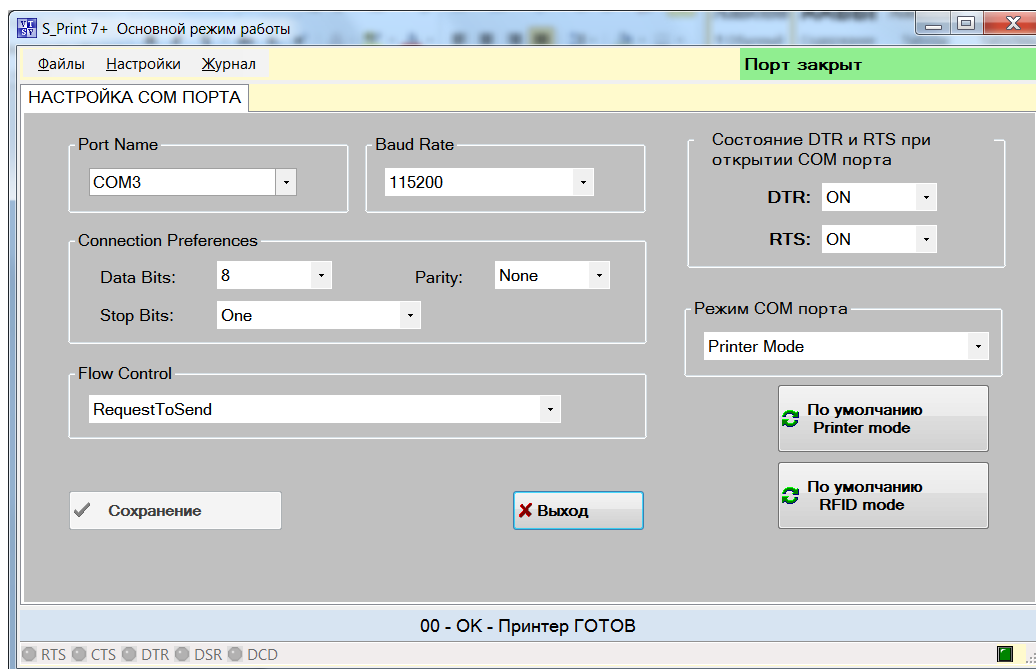

Рисунок 6 Окно настроек порта
- Пункт **Настройка порта для связи** – пункт разрешён только при закрытом порте связи. При выборе этого пункта открывается окно настроек порта. Смотри рисунок 6